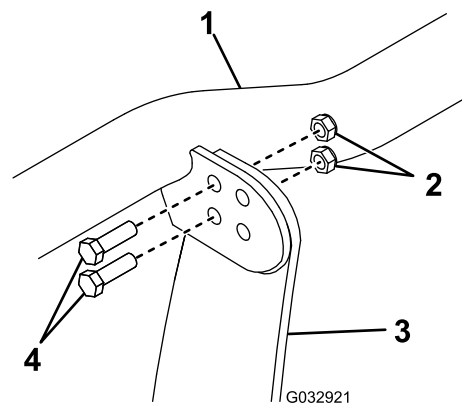

Bild 10
1. Befestigen Sie die Scheinwerferleiste mit vier Schrauben ($\frac{3}{8}$ " x $1\frac{1}{4}$ ") und selbstverriegelnden Muttern ($\frac{3}{8}$ ") durch die hinteren Löcher oben an der Kupplungssäule (Bild 10). Ziehen Sie die Schrauben mit 31 N·m an.